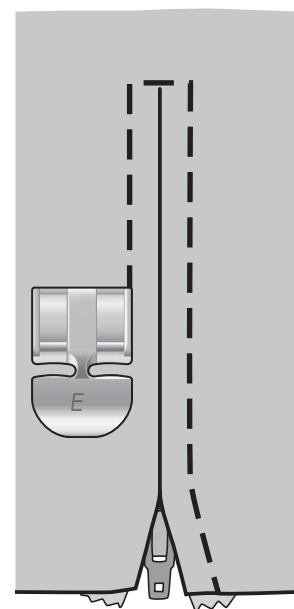

Fig. 3
6. Commencez à coudre en travers du bas, tournez le tissu et piquez le côté gauche de la fermeture en cousant du bas vers le haut (voir fig. 3).